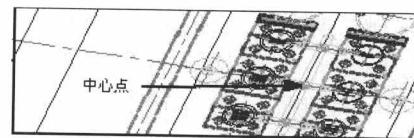

图 1.10
① 首先设置“世界坐标系”，依次输入以下 CAD 命令：UCS→回车→W→回车。
② 然后移动“中心”到原点，依次输入以下 CAD 命令：M→回车→ALL→回车→回车→选取“视图 1”的中心点（如图 1.10 所示）→在命令行输入【0, 0, 0】→回车。